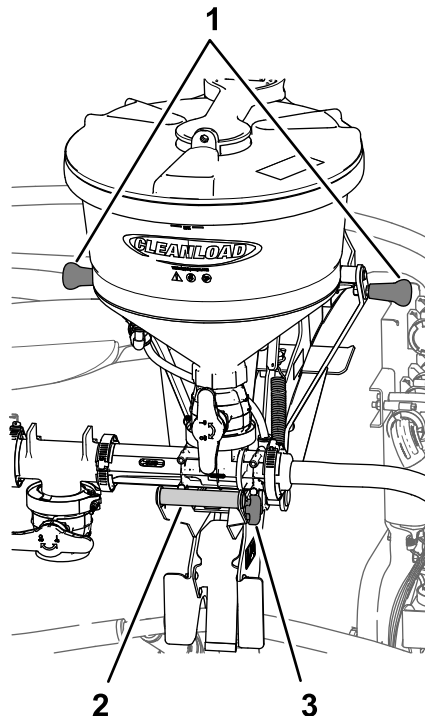
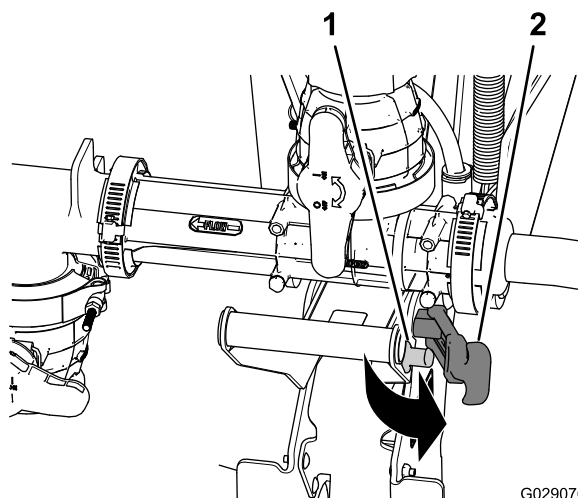
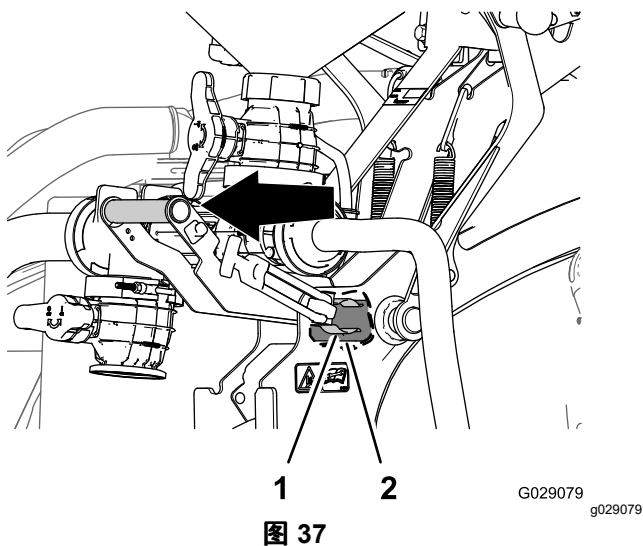

图 35
图 36
图 37
1. 抓住清洁加药器手柄然后将门锁手柄从门锁杆上拉出图 35 和图 36。
2. 除了清洁加药器手柄外还要握住托架顶部的清洁加药器手柄然后将清洁加药器手柄拉出直到弹簧夹从枢轴管上松开为止图 35 和图 37。
1. 除了清洁加药器手柄外还要握住托架顶部的手柄然后将清洁加药器手柄向外拉直到门锁的挂钩部分与弹簧板的外面对齐图 37和图 40。
4. 推入清洁加药器手柄使挂钩升至门锁杆的位置并且弹簧夹完全围绕在枢轴管周围图 37。
5. 将门锁手柄拉到门锁杆上图 36。